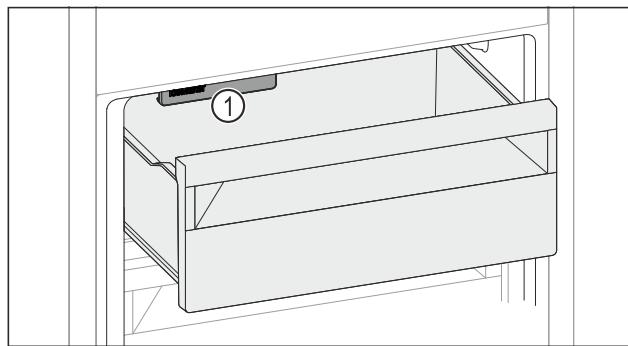

Fig. 157
- ▶ Внимавайте за IceMaker Fig. 157 (1).